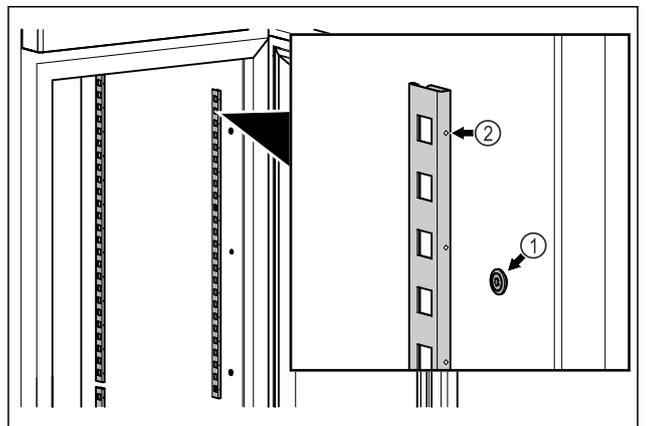

Fig. 83 Representación a modo de ejemplo
- ▶ Enganchar las tiras de retención en la suspensión Fig. 83 (1). La marca Fig. 83 (2) debe apuntar hacia delante.